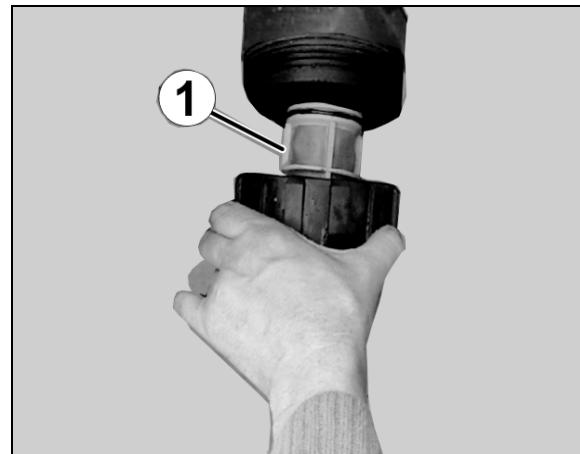

Рис. 138
2. Извлеките напорный фильтр (Рис. 138/1) и очистите его водой.
5. Извлеките напорный фильтр (Рис. 138/1) и очистите его водой.